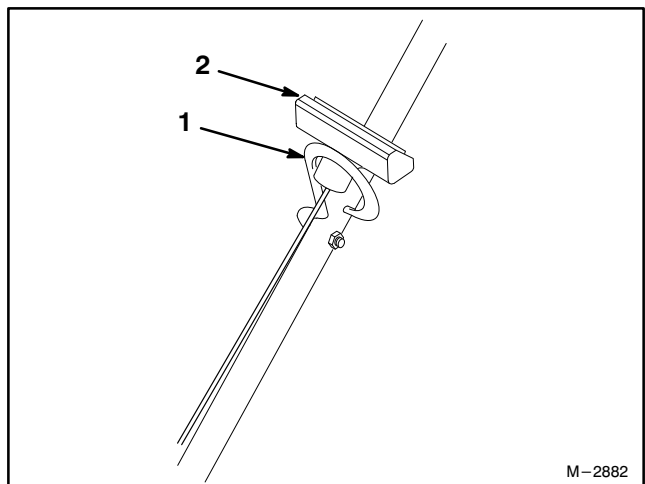

Abbildung 4
1. Das Starterseil durch die Seilführung am Griff ziehen (Abb. 4). Damit das Seil leichter zurückspulen kann, die Steuerstange an den Griff drücken, um die Schnittmesserbremse zu lösen.